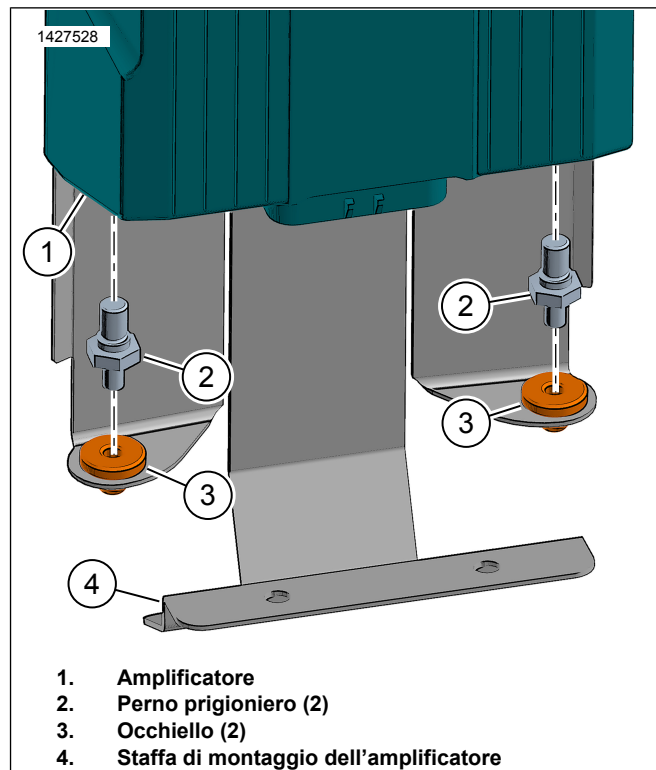

Figura 5. Perno prigioniero dell'amplificatore
4. Vedere la figura 5. Installare l'occhiello (3) nella staffa di montaggio dell'amplificatore (4).
5. Installare il perno prigioniero (2) nell'amplificatore (1). Serrare.